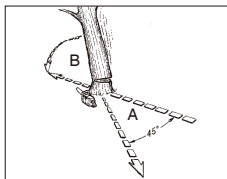

Fig. 11A
**AVVERTENZA:** Prima di tagliare bisogna aver pianificato un percorso alternativo in modo da non rimanere intrappolati quando l'albero cadrà. Tale percorso dovrebbe estendersi dietro, diagonalmente, rispetto alla parte posteriore del percorso di caduta previsto, come illustrato nella Fig. 11A.
**AVVISO:** la direzione di caduta (B) viene determinata dall'intaglio a tacche. Prima di effettuare tagli, prendere in considerazione la posizione dei rami più grandi e l'inclinazione naturale dell'albero per determinarne la via di caduta.
**⚠ AVVERTENZA:** Non appena il taglio di caduta si avvicina al punto di ancoraggio, l'albero dovrebbe cominciare a cadere. Quando un albero comincia a cadere, rimuovere la sega dal taglio, arrestare il motore, posare la motosega, e lasciare l'area attraverso il percorso di fuga (Fig. 11A).